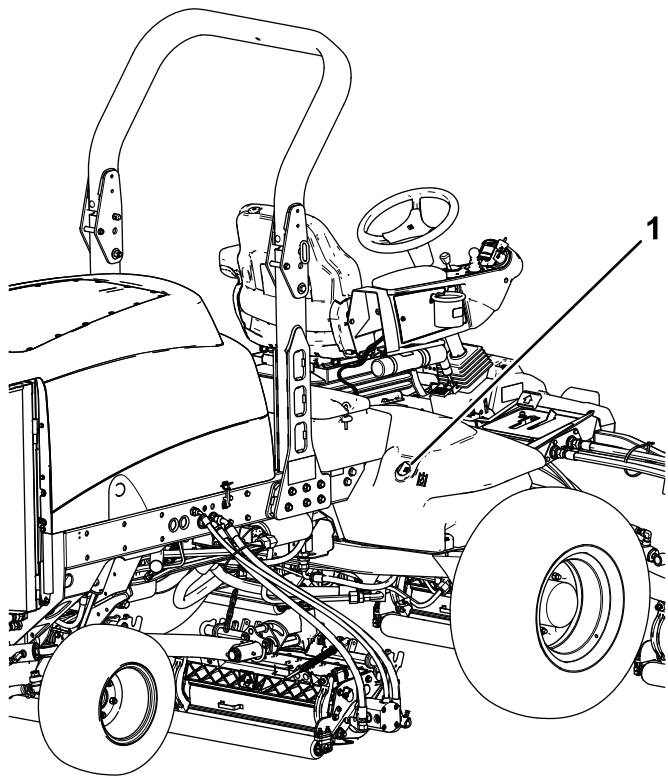

Рисунок 119
2. Очистите зону вокруг заливной горловины и крышки гидравлического бака (Рисунок 119).